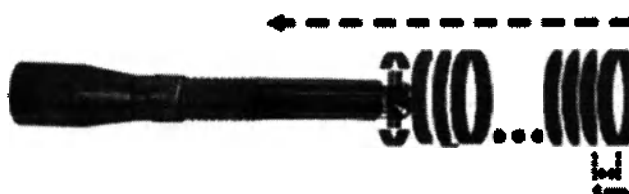

Рисунок 5.29 Наложение лазерной энергии вдоль передней стенки вагинального канала во время первого прохода.
- Повторяйте процедуру, как показано на Рис.5.29 до тех пор, пока не будет достигнут вход в вагинальный канал.